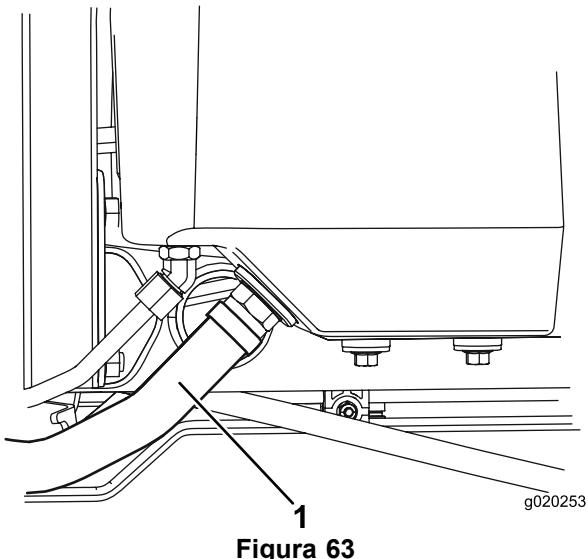

Figura 63
- Desconecte la manguera hidráulica grande (Figura 63) del depósito y deje fluir el aceite hidráulico en un recipiente apropiado. Vuelva a colocar la manguera hidráulica cuando el aceite hidráulico se haya drenado.